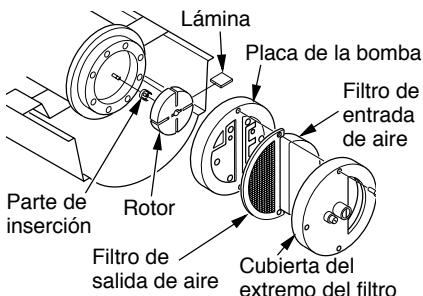
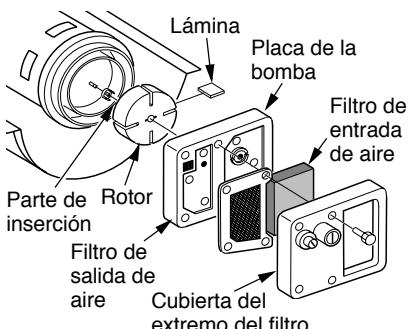

Figura 28 - Ubicación del rotor, modelos 40/55/60/70
Figura 29 - Ubicación del rotor, modelos 110/115/155/165/200
- Quite los tornillos de la cubierta del extremo del filtro utilizando un sacatuerca de 5/16 pulgadas (consulte la figura 28 ó figura 29).
- Desmonte el rotor, parte de inserción y láminas (consulte la figura 28 ó figura 29).